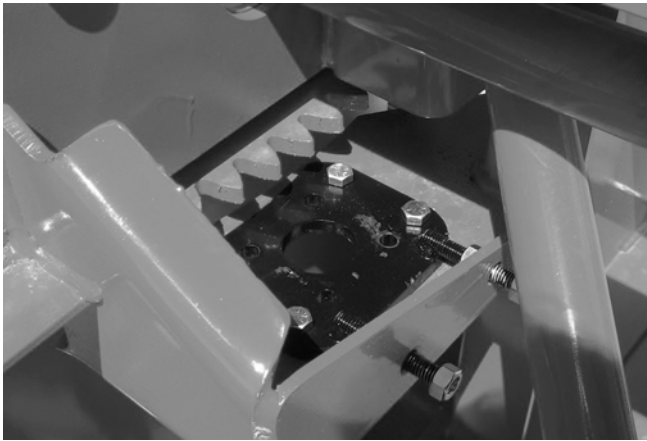

Figure 19
- 2) Installer le support ajustable du moteur en serrant légèrement les boulons (Fig. 19).